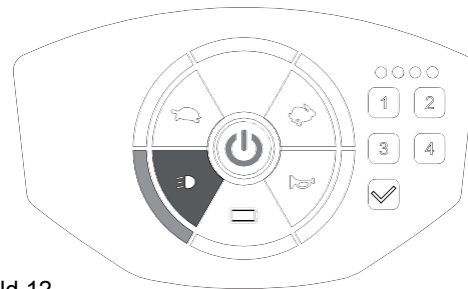

Bild 12
- Stäng av genom att trycka på knappen igen. Panelens [] lampa är släckt. (Bild 12)